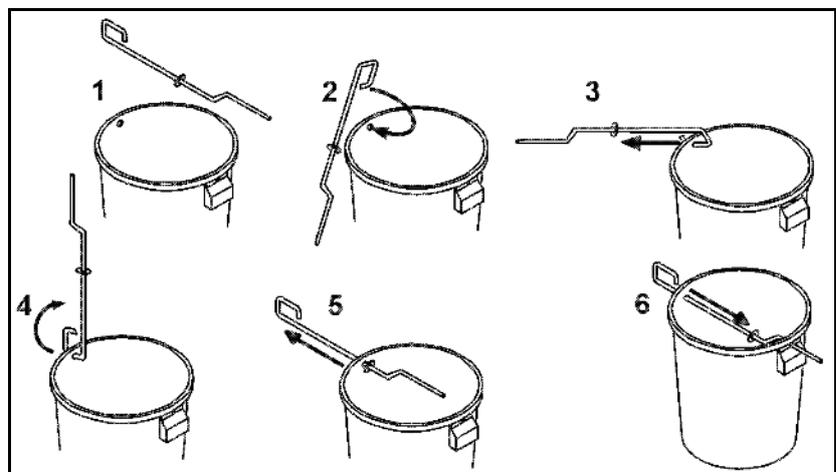

図 61
- 2.1 散布ディスク固定用の蝶ねじ (図 61/1) を回して外し、ギアシャフトから散布ディスクを引き抜きます。
3. 収容容器 (図 61/2) はハンガー (図 61/3) により、フレームの収容部 (図 61/4 と 図 61/5) に掛けます。